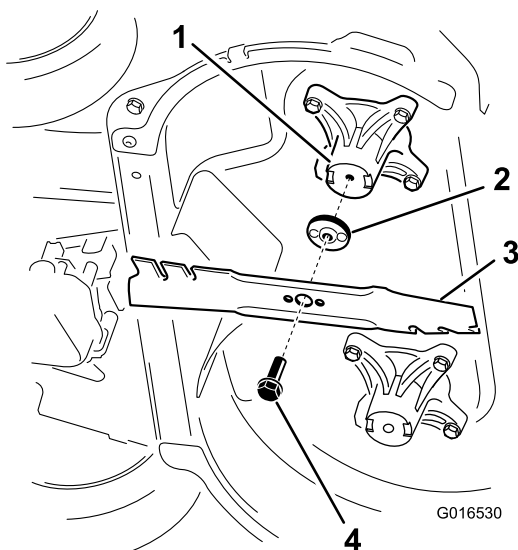

Figure 3
2. Déposez chaque lame comme montré à la Figure 3.
1. Posez la première lame à l'horizontale avec toutes les fixations, comme montré à la Figure 3.